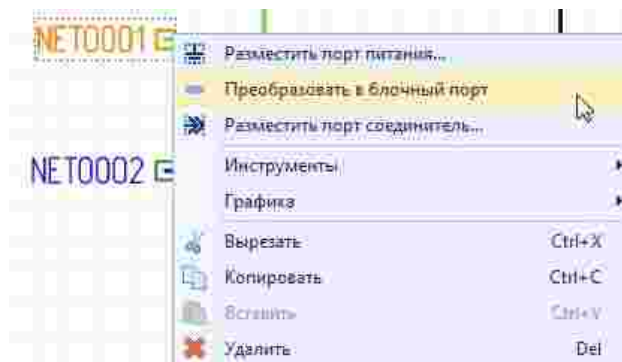

Рис. 255 Размещение блочного порта на свободном окончании цепи
1. Выбрать свободное окончание цепи, вызвать контекстное меню и выбрать пункт «Преобразовать в блочный порт», см. Рис. 255.